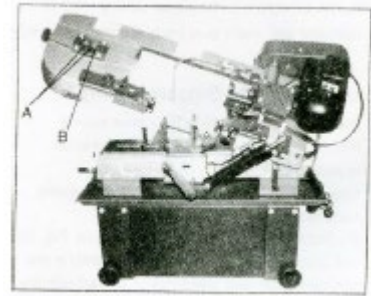

Fig.13
5. Lossa bultarna (A – fig. 13)
6. Vrid justeringskruven (B) och håll samtidigt uppsikt på klingans spårning på hjulet. Vrid medurs för att få klingan närmare hjulflänsen och moturs för att få klingan längre bort från hjulflänsen.